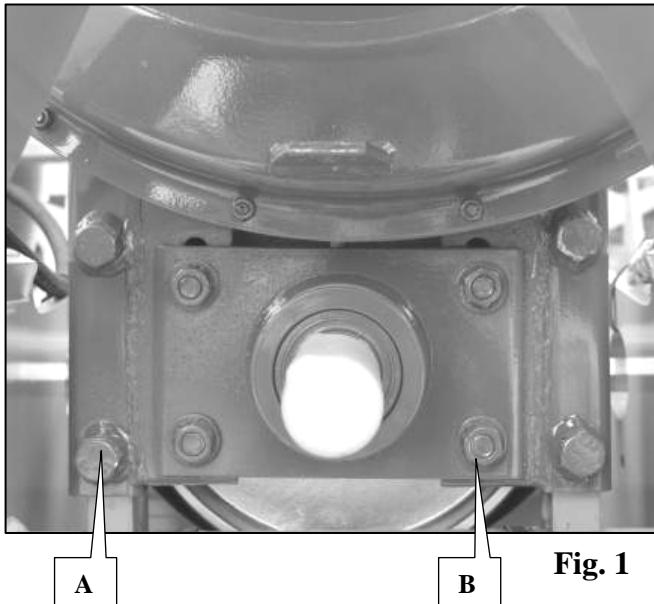

Fig. 1
- Die Furchenzieher mit Hilfe der Stifte A blockieren (Abb. 1).
- 2 Lower the planter and unlock the furrowers: remove the pins (A fig. 1) and place a furrower on the ground
- Lock the furrowers using the pins A (fig. 1).
- 2 Abbassare la seminatrice, sbloccare i tracciatori : ritirare i mandrini (A fig. 1) e posizionare un tracciatori a terra
- Bloccare i solcatori con dei mandrini A (fig. 1).
- 3 - Desserrer les 4 vis de palier (B fig. 1) sans les démonter.